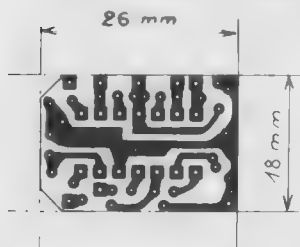

Fig. IX-17a. — CII/A pour NE544.
b) Les CI. (Voir fig. IX-17a et IX-17b.)